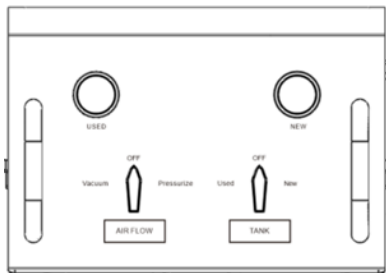
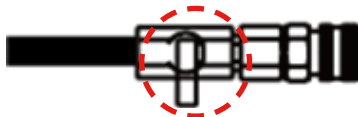

Fig 1.
Fig 2.
1. Uitgangspositie (Afb.1, Afb. 2, alle kleppen gesloten)
4. Draai beide kleppen op het paneel naar de "UIT"-positie (Afb.1) en houd de klep op de slang voor gebruikte vloeistof open (Afb.7), om de vacuümdruk in het koelvloeistofstelsel van het voertuig te behouden. Controleer de manometer op de gebruikte tank om een lekkageanalyse van het koelsysteem uit te voeren.